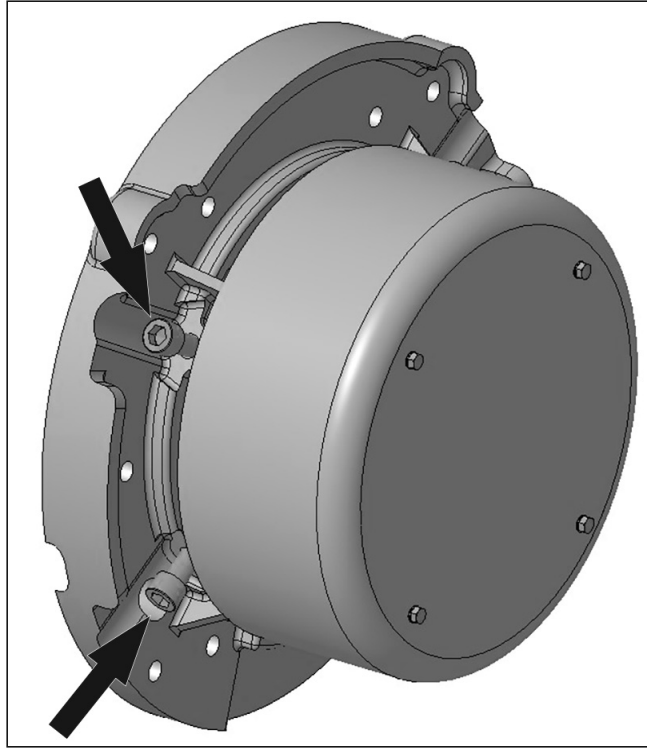

FIGURA 19. INSTRUCCIONES DE EXTRACCIÓN Y COLOCACIÓN DE LOS TORNILLOS DE SOPORTE PARA EL TRANSPORTE DEL ROTOR
4. Sustituya los tornillos de soporte para el transporte por los 4 tornillos ciegos incluidos y apriételes a 50 Nm. Consulte: Figura 19 en la página 34.
2. Localice y retire los 4 tornillos ciegos de la cubierta del cojinete del extremo no impulsor. Consulte: Figura 19 en la página 34.